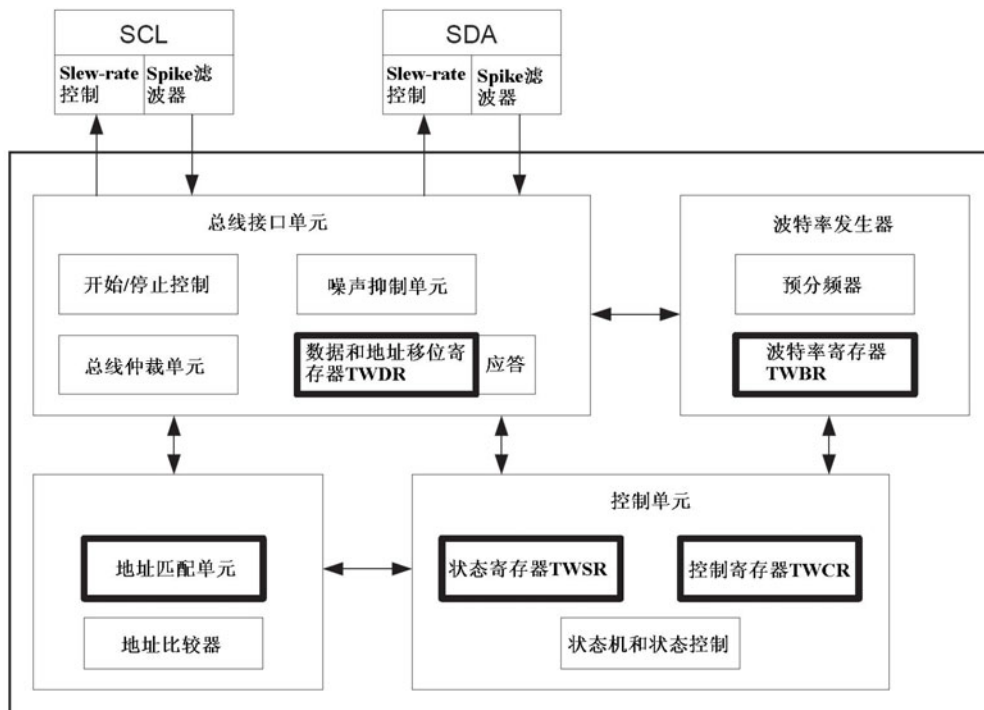

图 2.17 I²C 总线接口结构
ATmega128 (L) 提供了实现标准两线串行总线通信接口 TWI, 也即 I²C 总线接口, 如图 2.17 所示, 其主要特点有以下几点。
从图 2.17 可知, ATmega128 (L) 的 TWI 总线接口的主要功能单元有: 引脚 SCL 和 SDA、波特率发生器、总线接口单元、地址匹配单元和控制单元。
(1) 引脚 SCL 与 SDA 为 ATmega128 (L) 的 TWI 接口引脚。引脚的输出驱动器包含一个波形斜率控制器以满足 TWI 规范; 引脚的输入部分包括噪声抑制单元以去除小于 50ns 的毛刺。当相应的端口设置为引脚 SCL 与 SDA 时, 可以使能 I/O 口内部的上拉电阻, 这样就可以省掉外部的上拉电阻。
(2) TWI 工作于主机模式时, 波特率发生器控制时钟信号 SCL 的周期, 即: